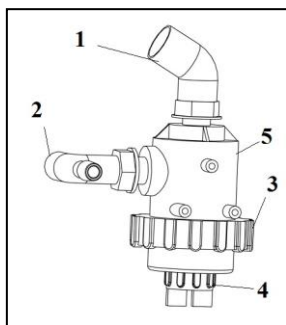

Рис.9 Всасывающий фильтр.
4.4 Всасывающий фильтр (рис.9) монтируется между главным резервуаром и насосом. Его задачей является очистка рабочей жидкости от механических загрязнений перед их попаданием в клапан управления. Он состоит из полиэтиленового корпуса с выходным и входным патрубками, фильтрующего элемента, крышки с всасывающим отверстием, которое во время работы закрыто фиксатором. Фиксатор, оснащенный уплотнительным кольцом, вводится в фиксационные пазы крышки фильтра и поворачивается против часовой стрелки до упора о выступы в крышке, где за счет необходимых впадин происходит его запираение. При этом упор фиксатора толкает шток клапана и открывает рабочее входное отверстие, через которое из бака поступает рабочий раствор.